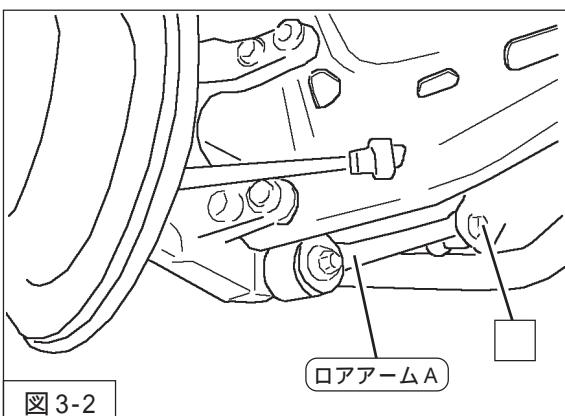

図 3-2
- 3 . ロアアームA取付ボルトを取り外してください。（図3-2）